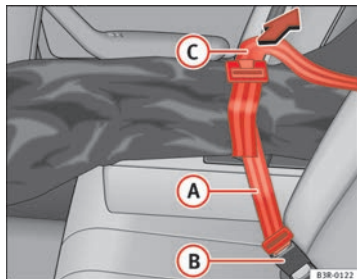

Abb. 118 Sicherung des Durchladesacks am mittleren Gurtschloss der Rückbank
- Den Sicherungsgurt (A) ⇒ Abb. 118 des Sackes in das mittlere Gurtschloss (B) stecken.
- Ziehen Sie den Sicherungsgurt am freien Gurtende (C) straff.